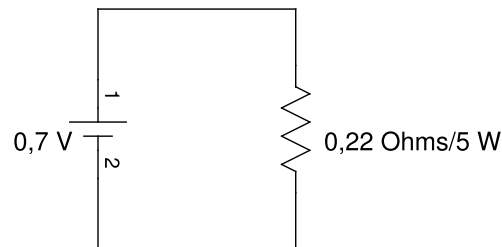

Figura 3.1
1. Monte o circuito da figura 3.1;